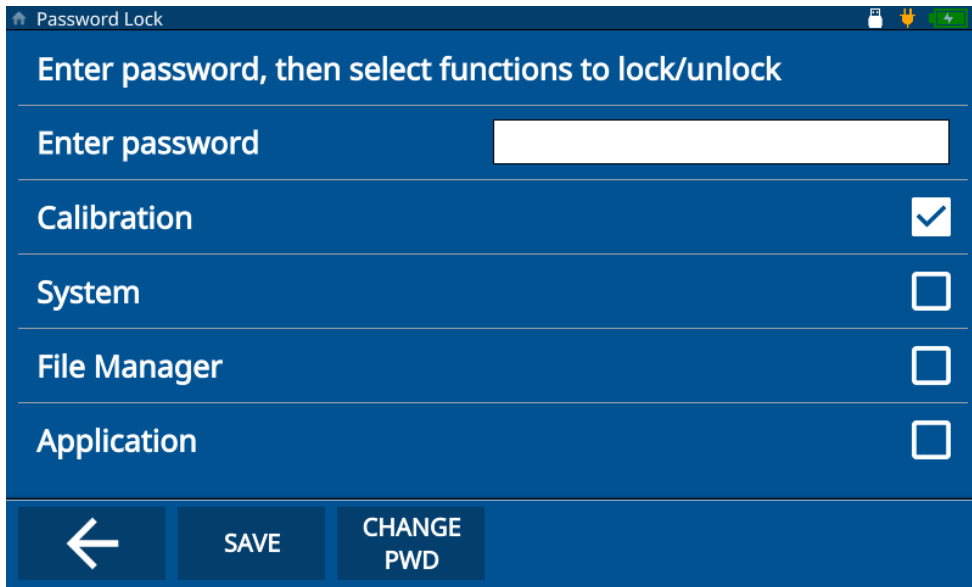

図 8-3 装置のロック解除画面
5. 適切なチェックボックスのチェックを外して、ロックを解除する機能を選択します (76 ページの図 8-3 参照)。